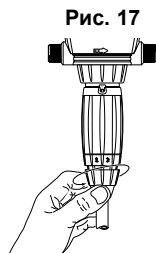

Рис. 17
- Демонтируйте всасывающий продукт шланг (Рис. 17).